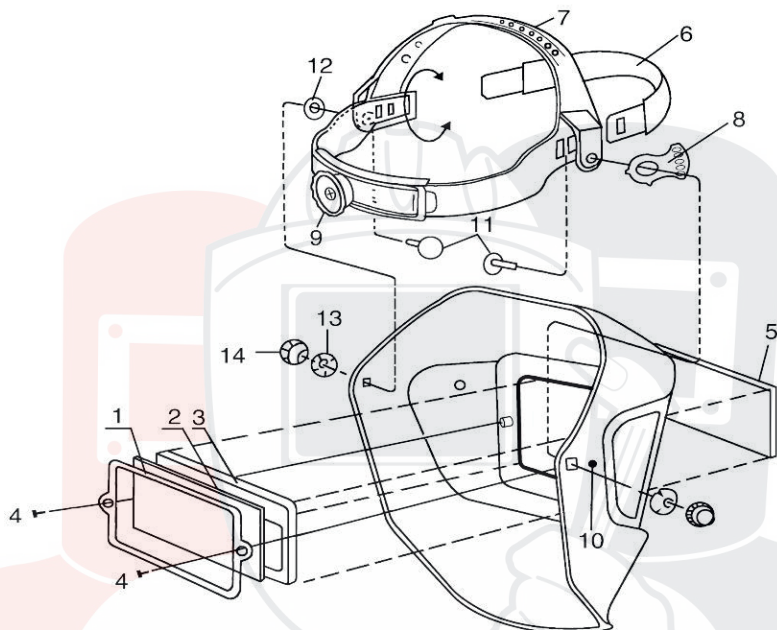

Рис. 2
На **рис. 2** представлена схема сборки корпуса маски и подголовника.
1. Корпус маски поставляется в сборе со светофильтром. С помощью фиксаторов и гаек соедините корпус маски с наголовником (**рис. 2**).
- Горизонтальная регулировка обхвата головы: нажмите на регулятор (**9, рис. 2**), и поворачивайте рукоять по часовой стрелке, чтобы уменьшить размер наголовника, и против часовой – чтобы увеличить. Маска должна плотно сидеть на голове.
- Вертикальная регулировка системы крепления: уменьшая или увеличивая размер ремня (**7, рис. 2**), отрегулируйте размер наголовника так, чтобы глаза сварщика находились в средней части светофильтра.
- Регулировка наклона маски: отрегулируйте затяжку винтов и положение фиксатора сегментной регулировки (**8, рис. 2**) для удобного угла обзора. Убедитесь, что маска свободно опускается и не сползает.